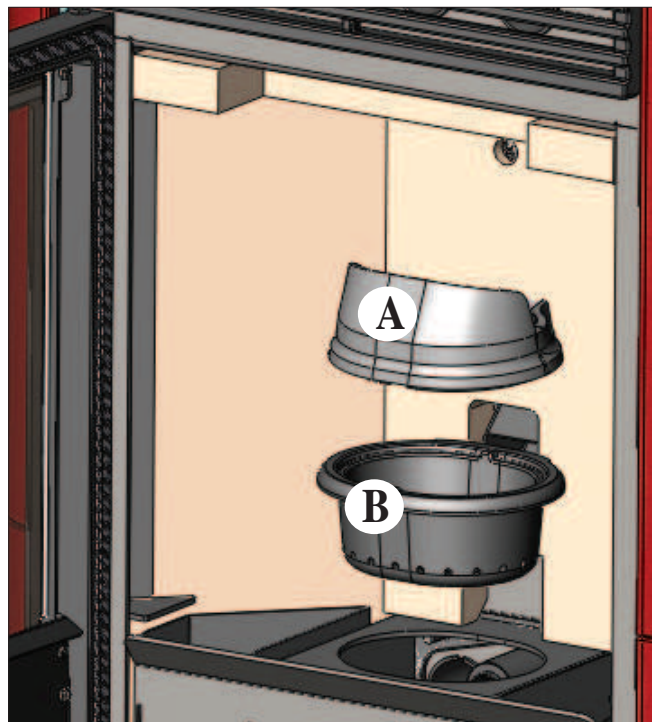
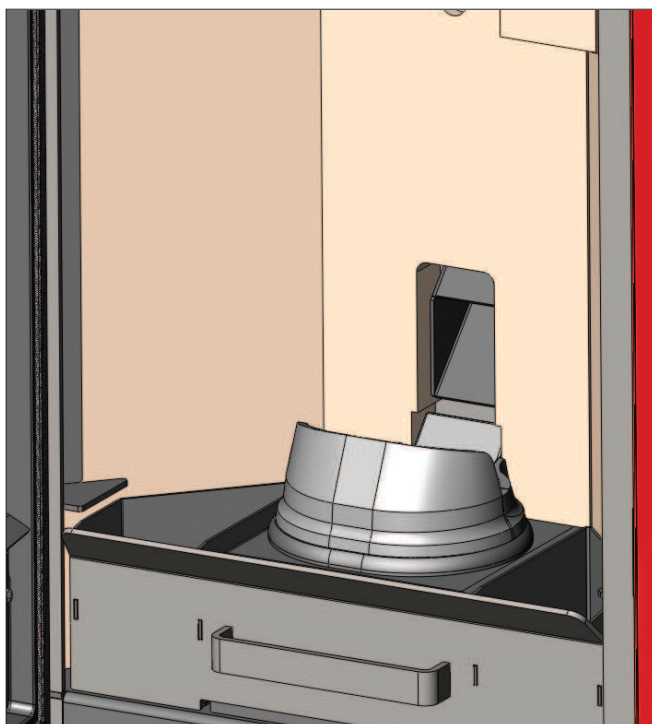

fig. 1
fig. 2
Después de la limpieza normal, el **INCORRECTO** acoplamiento del crisol superior (A) al crisol inferior (B) (fig.1) puede poner en peligro el funcionamiento de la estufa. Por lo tanto antes del encendido de la estufa, asegurarse de que los crisoles estén acoplados correctamente como se indica en la (fig 2) sin presencia de cenizas o incombustos en el perímetro de apoyo.